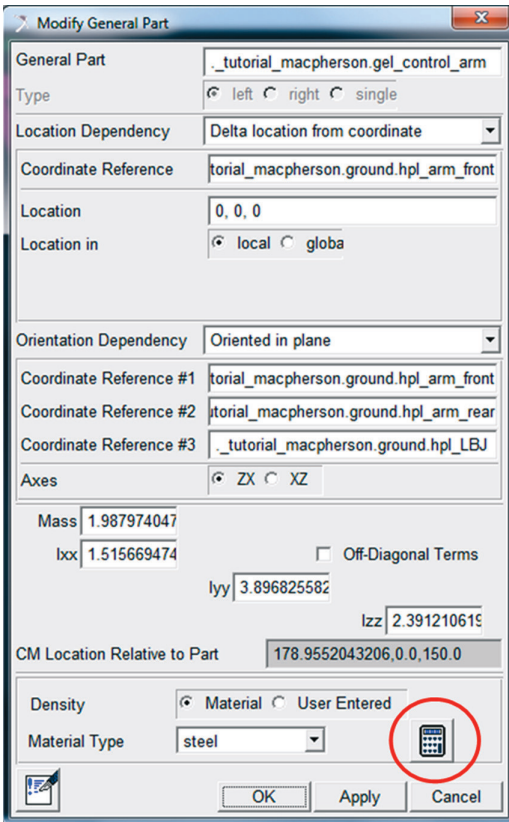

Figura 4.27 – Atualização das propriedades de massa do *General Part* “gel\_control\_arm”.
- A janela *Modify General Part* será aberta. Para atualização das propriedades de massa, clique no ícone da calculadora, como destacado na Figura 4.27. Após essa ação os dados serão automaticamente recalculados.